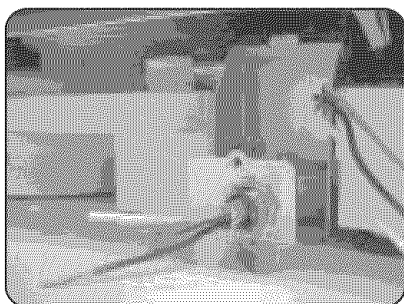

Figure 27/Ilus. 27
- 2) Pass the electrical supply cable through the strain relief, as shown in Figure 27. Leave 3 - 4 inches of insulated wire extending through the strain relief plate.
- 2) Passer le câble d'alimentation par le réducteur de tension, figure 27. Laisser 3 à 4 po de fil isolé sortir de la plaque de réducteur de tension.
- 2) Corra el cable de alimentación eléctrica a través del alivio de presión, como muestra la Ilustración 27. Permita que de 3 a 4 pulgadas (de 7.5 cm a 10 cm) de cable aislado se pasen de la placa de alivio de presión.